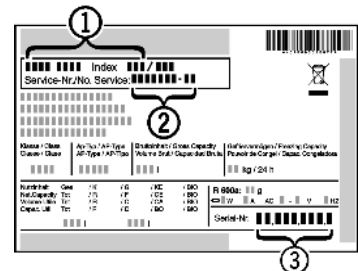

Fig. 16
- ▶ **Apparaataanduiding** Fig. 16 (1), service-nr. Fig. 16 (2) en serie-nr. Fig. 16 (3) van het typeplaatje aflezen. Het typeplaatje bevindt zich aan de linkerkant binnen in het apparaat.
- ▶ Contact opnemen met de Technische Dienst en het probleem, apparaataanduiding Fig. 16 (1), service-nr. Fig. 16 (2) en serie-nr. Fig. 16 (3) mededelen.